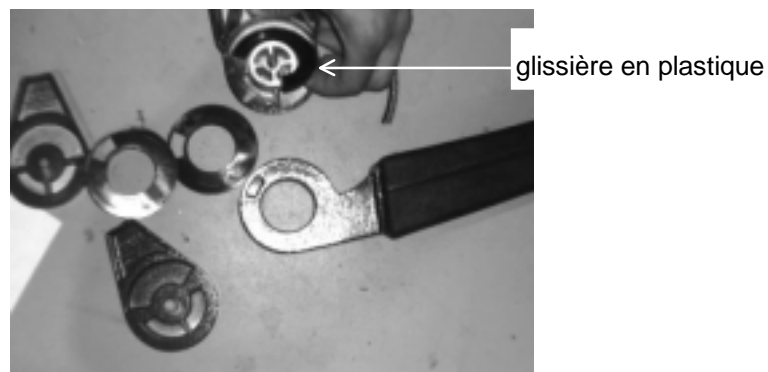

FIGURE 4: ENLÈVEMENT DE LA GLISSIÈRE 18218
5. Enlever la glissière de plastique (Fig. 4).